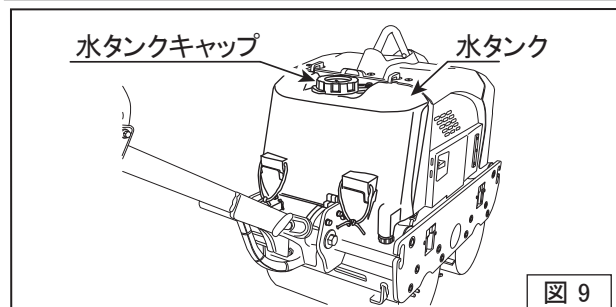

図9
- 散水作業を行うときは、後方の水タンクに水をいれてください。(図9)